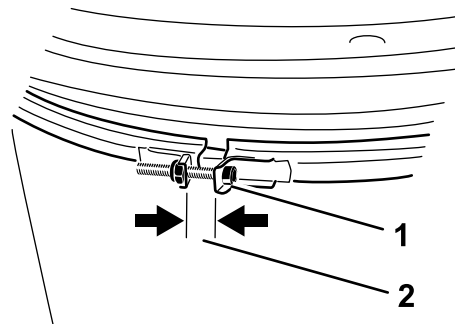

図 25
1. 吹き出し口のクランプを点検します 図 25 ゆるんでいないことを毎日確認してください。